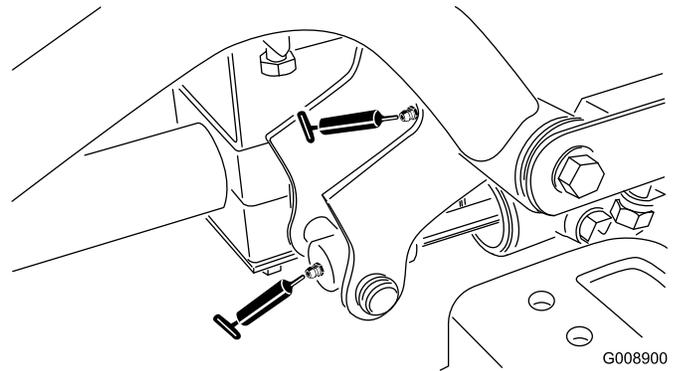

Figure 34
- Pivots de bras de relevage avant droit et vérin de relevage (2) (Figure 34)